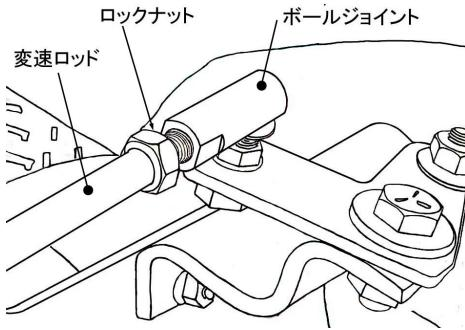

図3-6
- 変速ロッドの雄ネジにロックナットを入れてから、ボールジョイントに奥までねじ込み、変速ロッド上部と変速レバーの穴を合わせて、ロッカナットをしっかりと締め付けます。（図3-6）